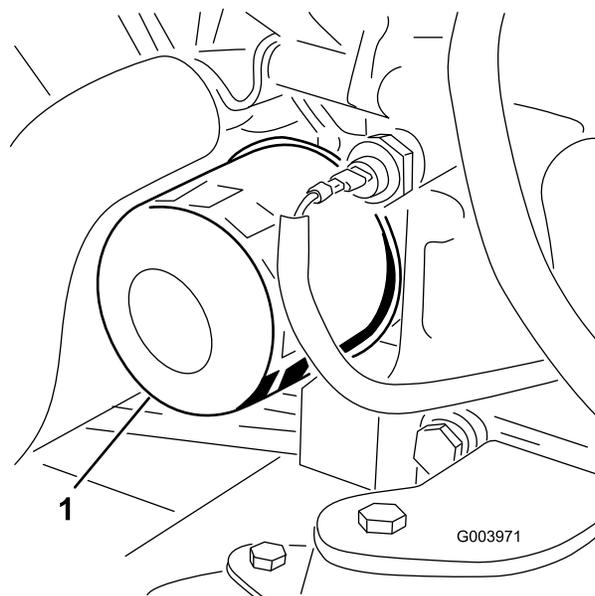

Figura 63
3. Retire o filtro do óleo (Figura 63).